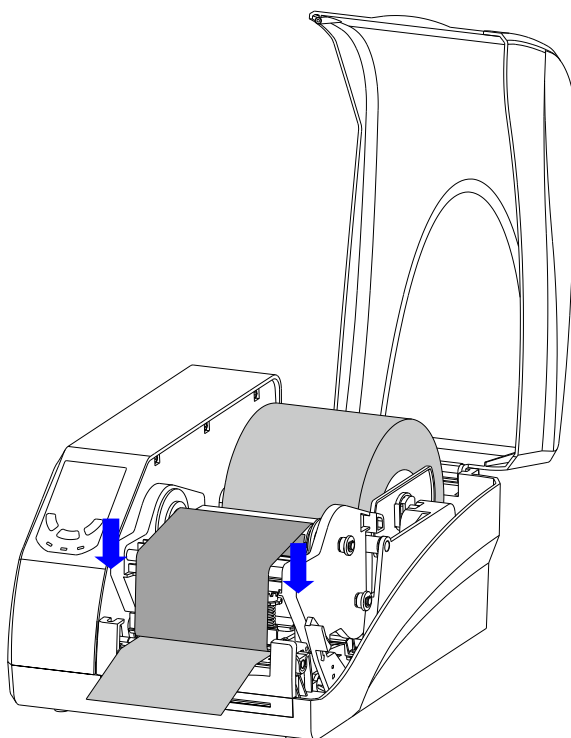

图 2-18
6. 双手同时按下打印模组，使锁紧杆锁住打印模组，此时可以听到“咔”的响声，如图 2-18 所示。